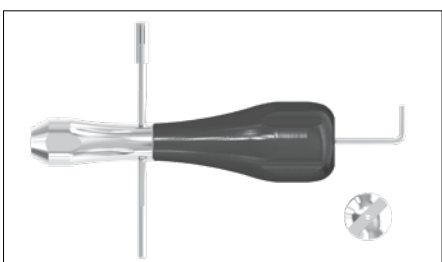
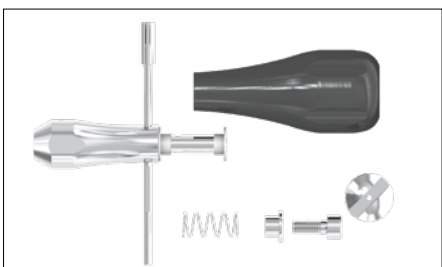

Fig. 5
Fig. 6
Unscrew the cylindrical screw concealed beneath it with the 3.0 screwdriver key (Fig. 5) and dismantle the tomas®-screwdriver (Fig. 6).
Déposer la vis cylindrique située en dessous, en utilisant la clé à six pans creux 3,0 (screwdriver key 3,0), (Fig. 5), puis démonter entièrement le tomas®-screwdriver (Fig. 6).